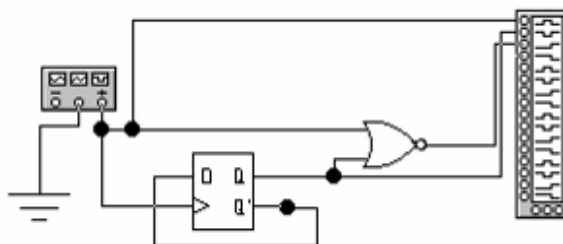

Fig. 8. Schema electrică a regimului dinamic cu elementul SAU – NU.
4.6. Construiți schema electrică prezentată în Fig. 8.